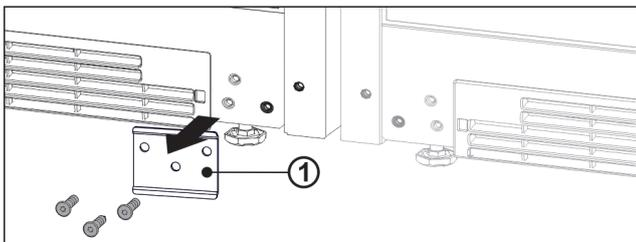

Fig. 13
- ▶ Если установлен металлический лист Fig. 13 (1), открутите металлический лист.